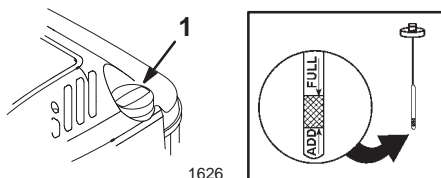

Figure 8
Avant chaque utilisation, vérifiez que le niveau d'huile arrive entre les repères maximum (Full) et minimum (Add) de la jauge (Fig. 8).
2. Nettoyez la surface autour de la jauge (Fig. 8).
6. Voyez le niveau d'huile indiqué par la jauge (Fig. 8).